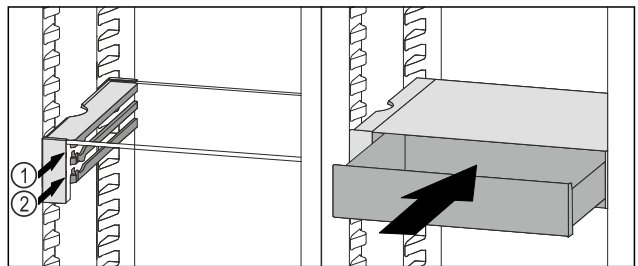

Fig. 92
- Placer le tiroir VarioSafe derrière les butées sur la nervure désirée Fig. 92 (1) ou Fig. 92 (2).